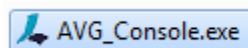

Figure 4.26. AVG\_Console.exe
- AVG\_Console.exe (Figure 4.26)